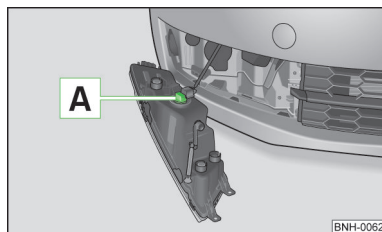

Fig. 131
- Girar el portalámparas A » fig. 131 hasta la tope en el **sentido contrario** al de las agujas del reloj y retirar.